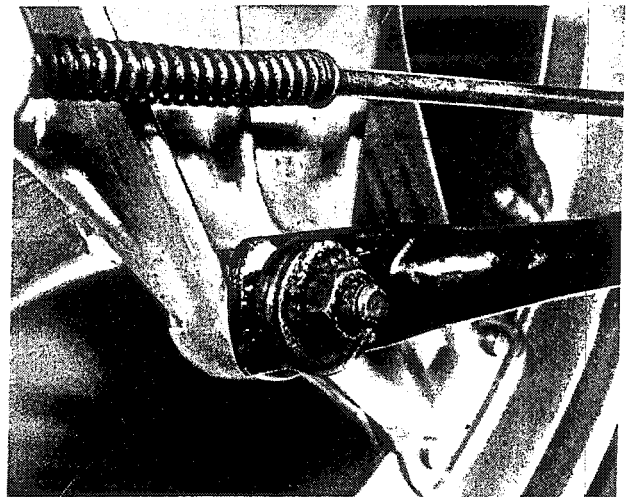

Bild 223
- Den Bremsanker von der Bremsankerplatte und von der Schwinge lösen. Beide Befestigungsmuttern sind mit Splinten gesichert (Bild 223). Die Einstellmutter von der Zugstange abschrauben und die Zugstange aus dem Gabelbolzen des Bremsnockenhebels herausziehen. Die Einstellmutter wieder aufschrauben, damit die Feder nicht verlorenght.